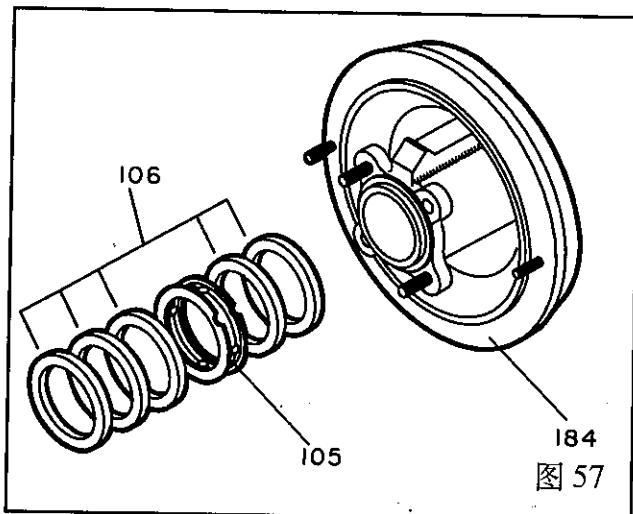

图 57
5. 从填料函(184)中取出填料(106)和填料环(105)(图57)。